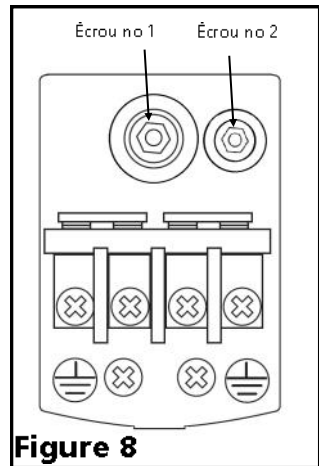

Figure 8
1. Le commutateur à pression est pré-réglé en usine à 1,4/2,8 bar (20/40 lb/po2) (Figure 8).